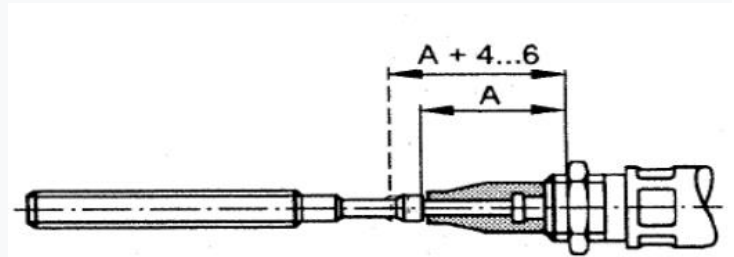

Рис.5.3
4) Перевірити люфт тросу – потягнути рукою за трос та проконтролювати величину виходу троса (вільний хід) із гумового наконечника (норма: 4-6мм) (рис. 5.3)